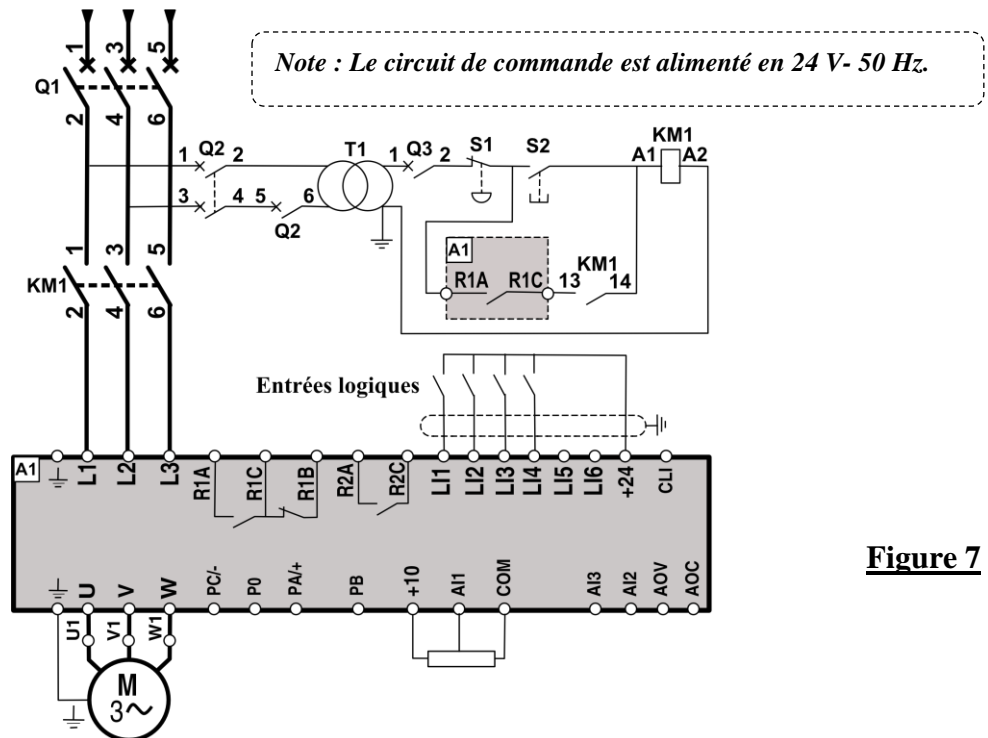

Figure 7
Le variateur de vitesse est préprogrammé en mode 4 vitesses. Ces 4 vitesses sont sélectionnées par les entrées logiques **LI3** et **LI4** (voir **figure 7 page 6**) :
Le choix du sens de marche du moteur est sélectionné par les entrées logiques LI1 et LI2 (voir figure 7) :
Q.20- Compléter le schéma de câblage du variateur en se rapportant à la figure 7. 3 pts